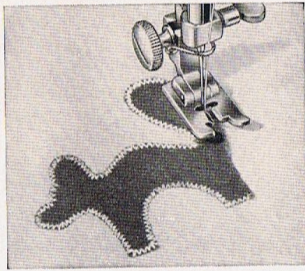

Abb. 53.
1. Die ausgeschnittene Applikation entweder mit dichten oder weiteren Zickzackstichen bei Stichbreite 2 annähen (Abb. 53).